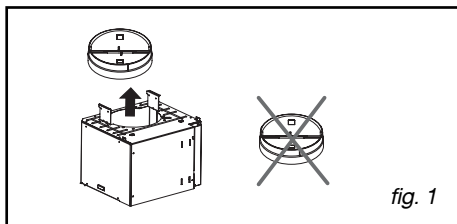

fig. 1
- Retirez le clapet anti-retour (fig. 1).